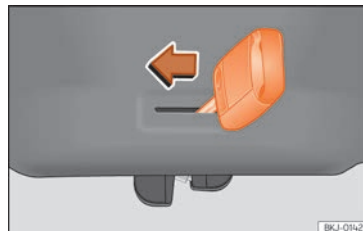

Abb. 94 Detail Gepäckraum: Notentriegelung.
- Führen Sie den Schlüsselbart in den Schlitz ein und drehen Sie den Schlüssel in Pfeilrichtung, bis sich das Schloss öffnet »» **Abb. 94**.